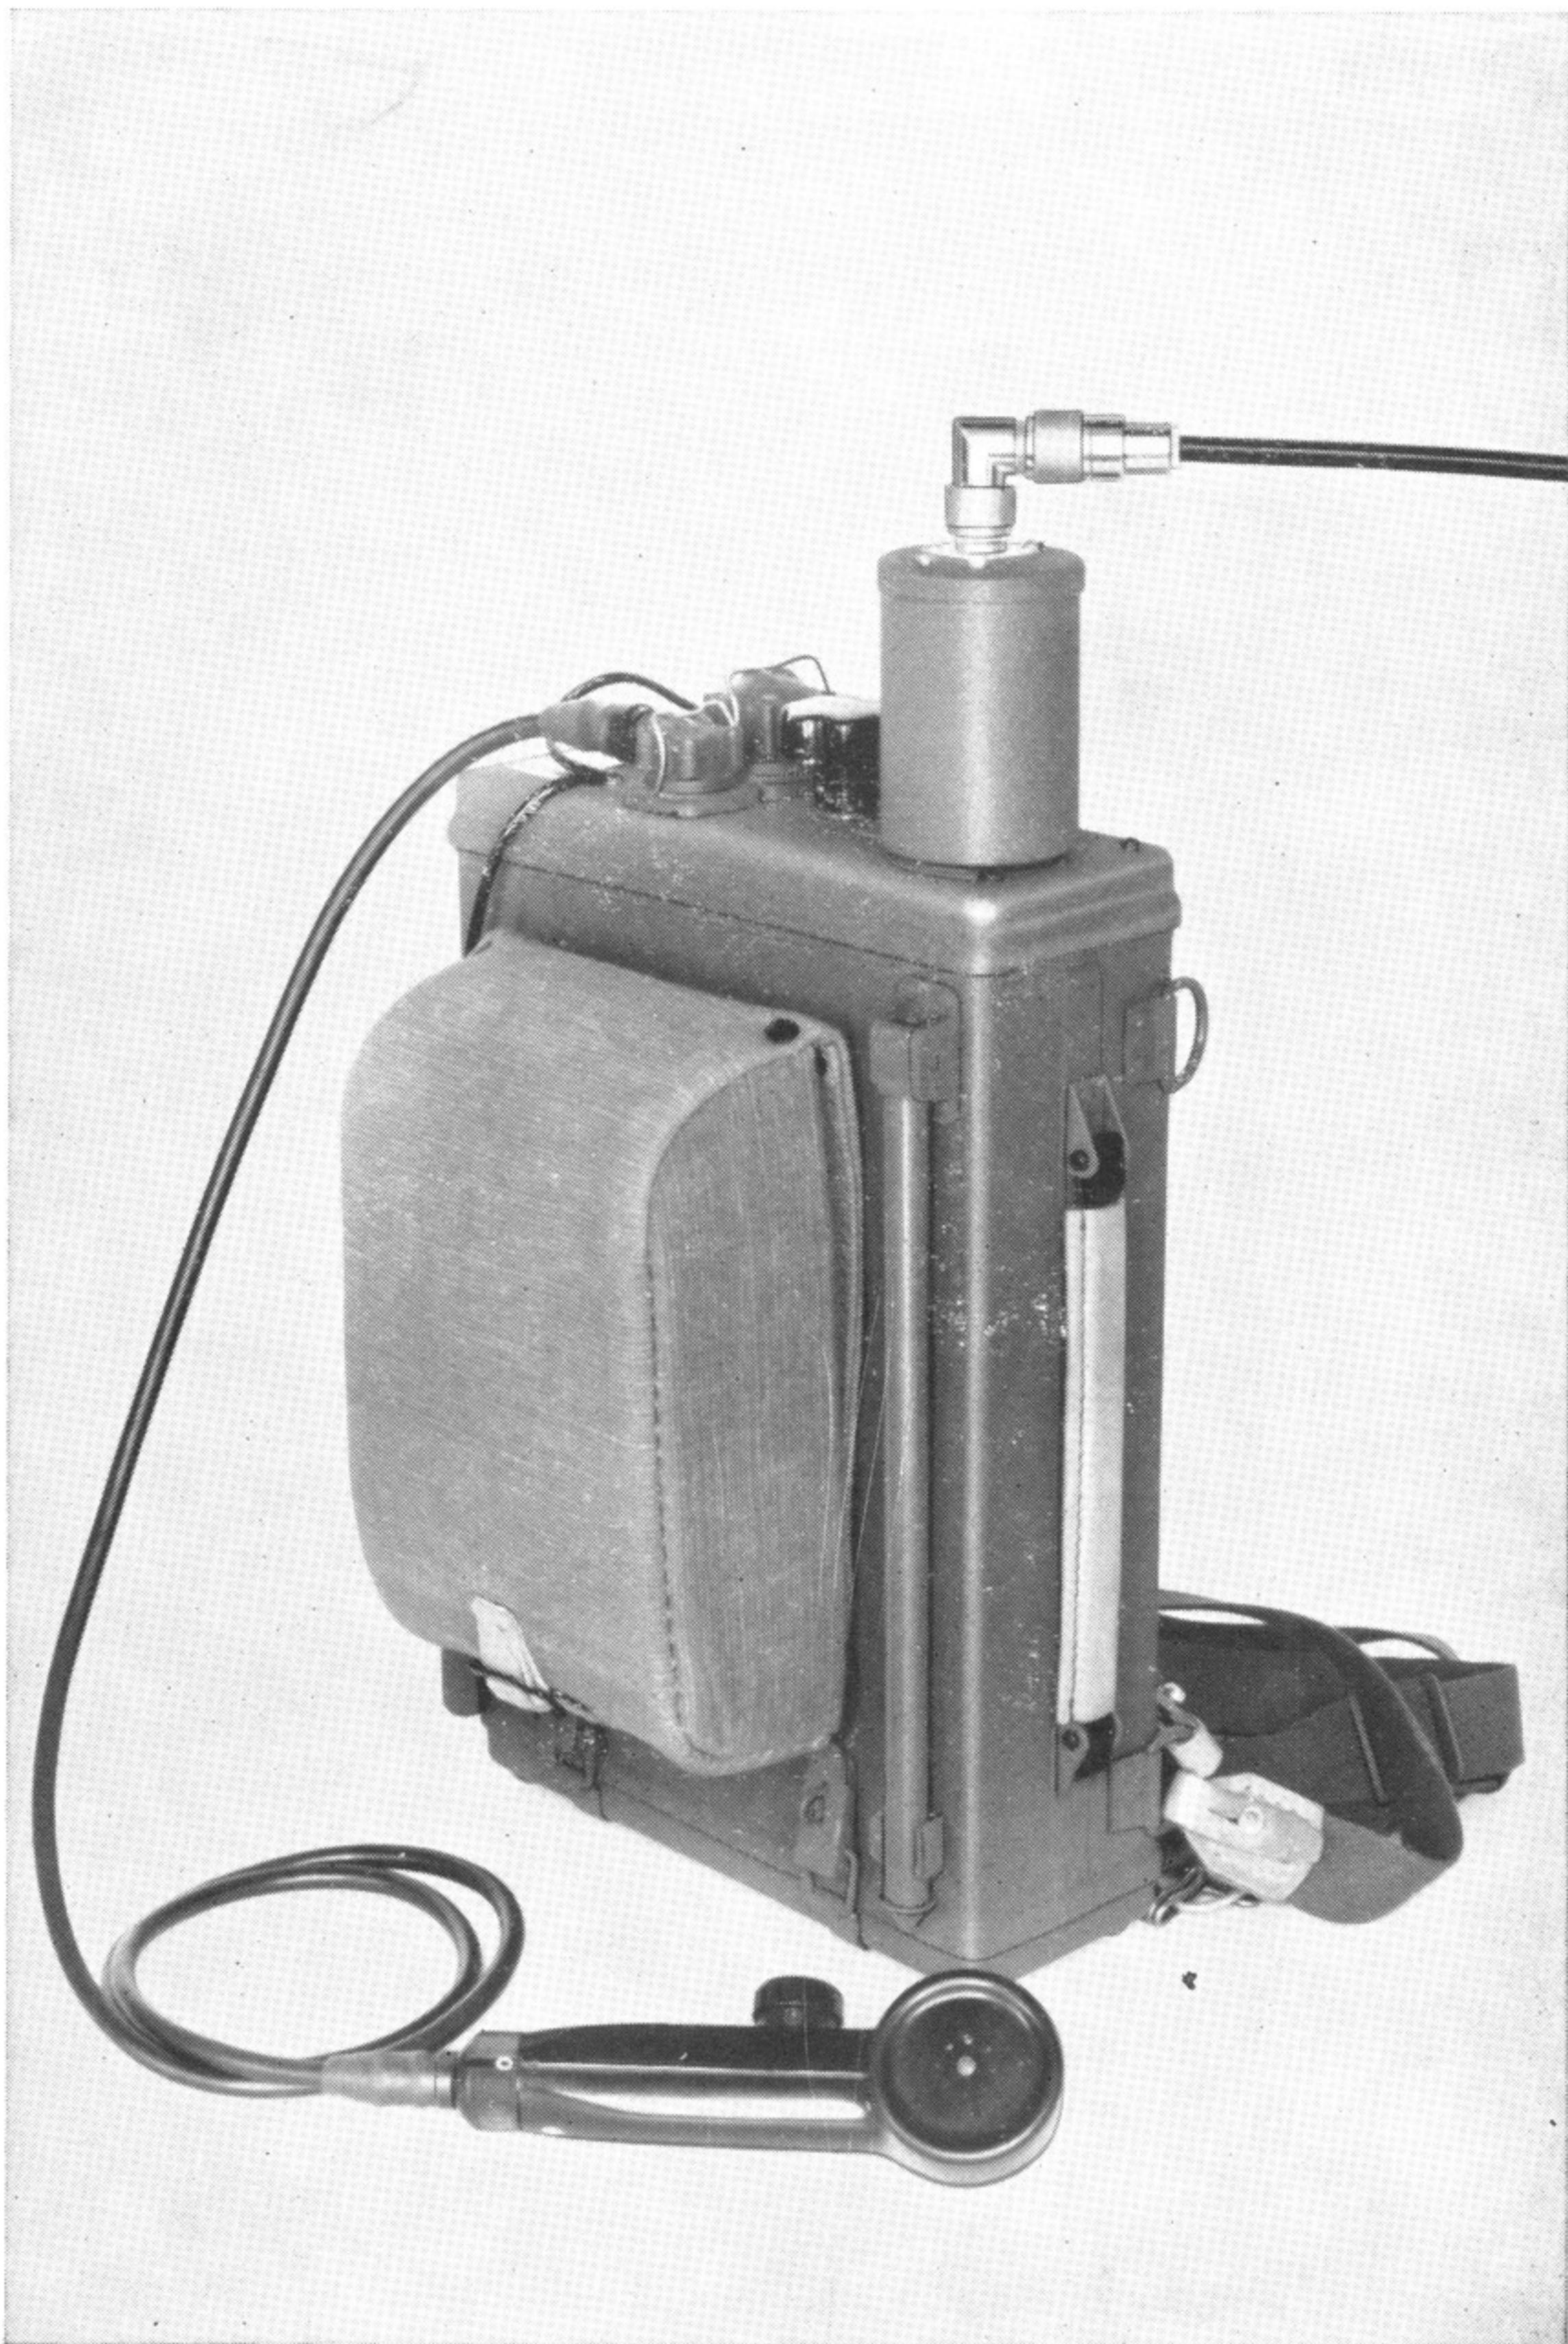

Fig. 3
Der Anpassungstransformator wird auf den Antennisolator des Funkgerätes geschraubt und das HF-Kabel angeschlossen (siehe Fig. 3).
f) **Transformateur d'adaptation** (voir fig. 3)
Le transformateur d'adaptation est vissé sur l'isolateur de l'appareil et le câble HF y est raccordé (voir fig. 3).